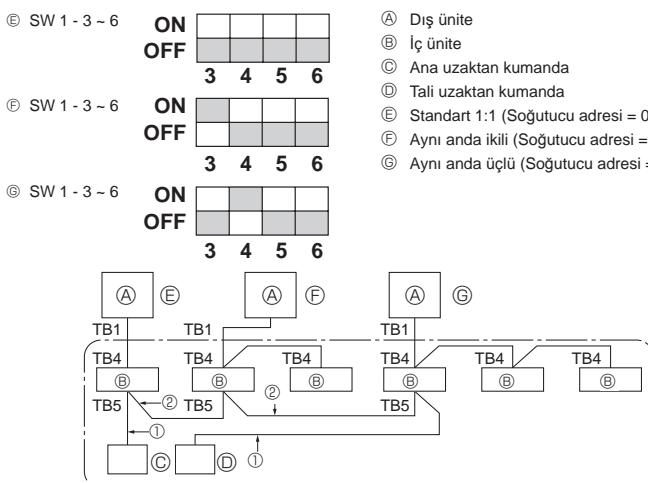

Fig. 10-1
- ① Elektrik verin (devre kesici).
- ② Gaz vanası kapatıldıktan sonra, dış ünitenin kontrol panosu üzerindeki SWP düğmesini ON konumuna getirin. Kompresör (dış ünite) ve vantilatörler (iç ve dış üniteler) çalışmaya başlar ve soğutucu çekme işlemine başlarlar. Dış ünitenin kontrol panosu üzerinde bulunan LED1 ve LED2 yanar.
⑧ Ünite soğutucu çekme işlemi tamamlandıktan sonraki yaklaşık iki ila üç dakika içinde (LED1 ve LED2 yanar) otomatik olarak durduğun için, gaz kesme vanasını hemen kapatın. LED1 ve LED2 yandığı ve dış ünite durduğunda, sivi kesme vanasını tamamen açın ve ardından 3 dakika bekledikten sonra **②** adımı tekrarlayın.
- ④ Elektriği kesin (devre kesici).
10. System control (Fig. 10-1)